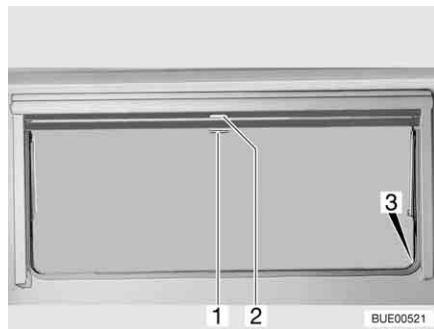

Bild 58 Ausstellfenster
- Verdunklungsrollo am Griff (Bild 58,2) nach unten ziehen. Wenn das Verdunklungsrollo ganz geschlossen wird, das Verdunklungsrollo auf beiden Seiten am Fensterrahmen in die Arretierung (Bild 58,3) einhängen.
- Wenn das Verdunklungsrollo vollständig geschlossen ist: Den Griff (Bild 58,2) nach unten drücken und den Griff dabei leicht nach innen ziehen. Das Verdunklungsrollo aus den Arretierungen links und rechts am Fensterrahmen aushängen.
- Wenn sich das Verdunklungsrollo in Zwischenposition befindet: Den Griff (Bild 58,2) leicht nach unten ziehen, bis sich die Arretierung gelöst hat.
Schließen: ■ Insektenschutzrollo am Griff (Bild 58,1) nach unten ziehen und auf beiden Seiten am Fensterrahmen in die Arretierung (Bild 58,3) einhängen.
Öffnen: ■ Griff (Bild 58,1) nach unten drücken und den Griff dabei leicht nach innen ziehen. Das Insektenschutzrollo aus den Arretierungen links und rechts am Fensterrahmen aushängen.